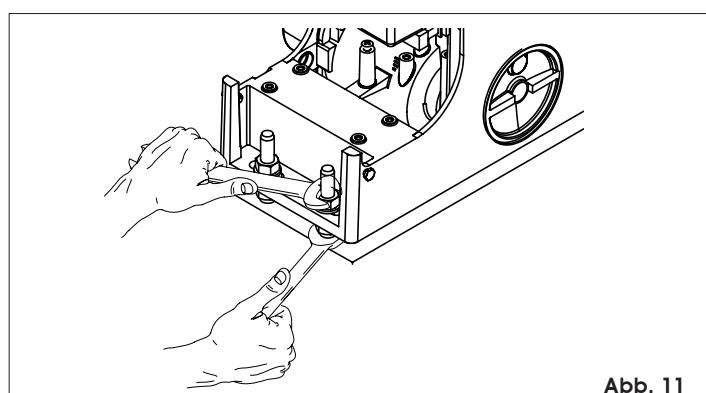

Abb. 11
- Den Getriebemotor auf der Grundplatte befestigen, indem die Muttern gemäß Abb. 11 angezogen werden.